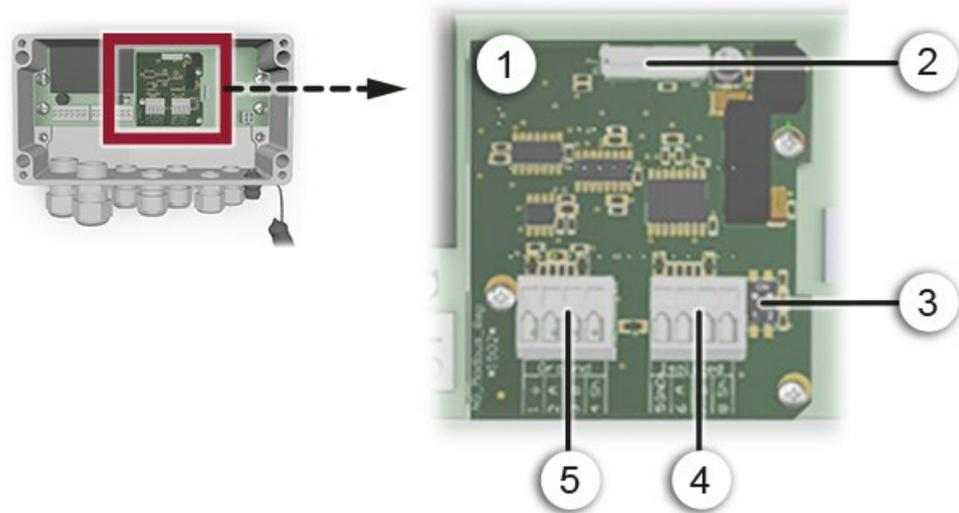

Abbildung 14: Übersicht des Modbus RTU Moduls im SIPORT 2
- Wenn das Photometer als Endgerät eingesetzt wird, muss der DIL-Schalter S2/1 auf dem Anschlussmodul eingeschaltet (ON) sein (Abbildung 14, Pos. 3).